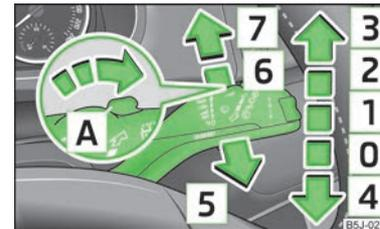

Abb. 31
- Möchte man die Frontscheibe nur kurz wischen, den Hebel in die gefederte Stellung **4** » Abb. 31 drücken.
- Den Hebel nach oben in Stellung **1** » Abb. 31 stellen.
➤ Den Hebel nach oben in Stellung **2** » Abb. 31 stellen.
➤ Den Hebel nach oben in Stellung **3** » Abb. 31 stellen.
- Den Hebel zum Lenkrad in die gefederte Stellung **5** » Abb. 31 ziehen, die Waschanlage und die Scheibenwischer arbeiten.
➤ Den Hebel vom Lenkrad weg in Stellung **6** » Abb. 31 drücken, der Scheibenwischer wischt alle 6 Sekunden.
- Den Hebel vom Lenkrad weg in die gefederte Stellung **7** » Abb. 31 drücken, der Scheibenwischer und die Waschanlage arbeiten.
➤ Den Hebel in die Grundstellung **0** » Abb. 31 zurückstellen.
Wenn das Ablend- oder Fernlicht eingeschaltet ist und der Scheibenwischerhebel in die Position **5** » Abb. 31 auf Seite 45 gezogen wird, werden die Scheinwerfer kurz bespritzt. Zum Reinigen der Scheinwerfer kommt es auch nach jedem fünften Besprühen der Frontscheibe.